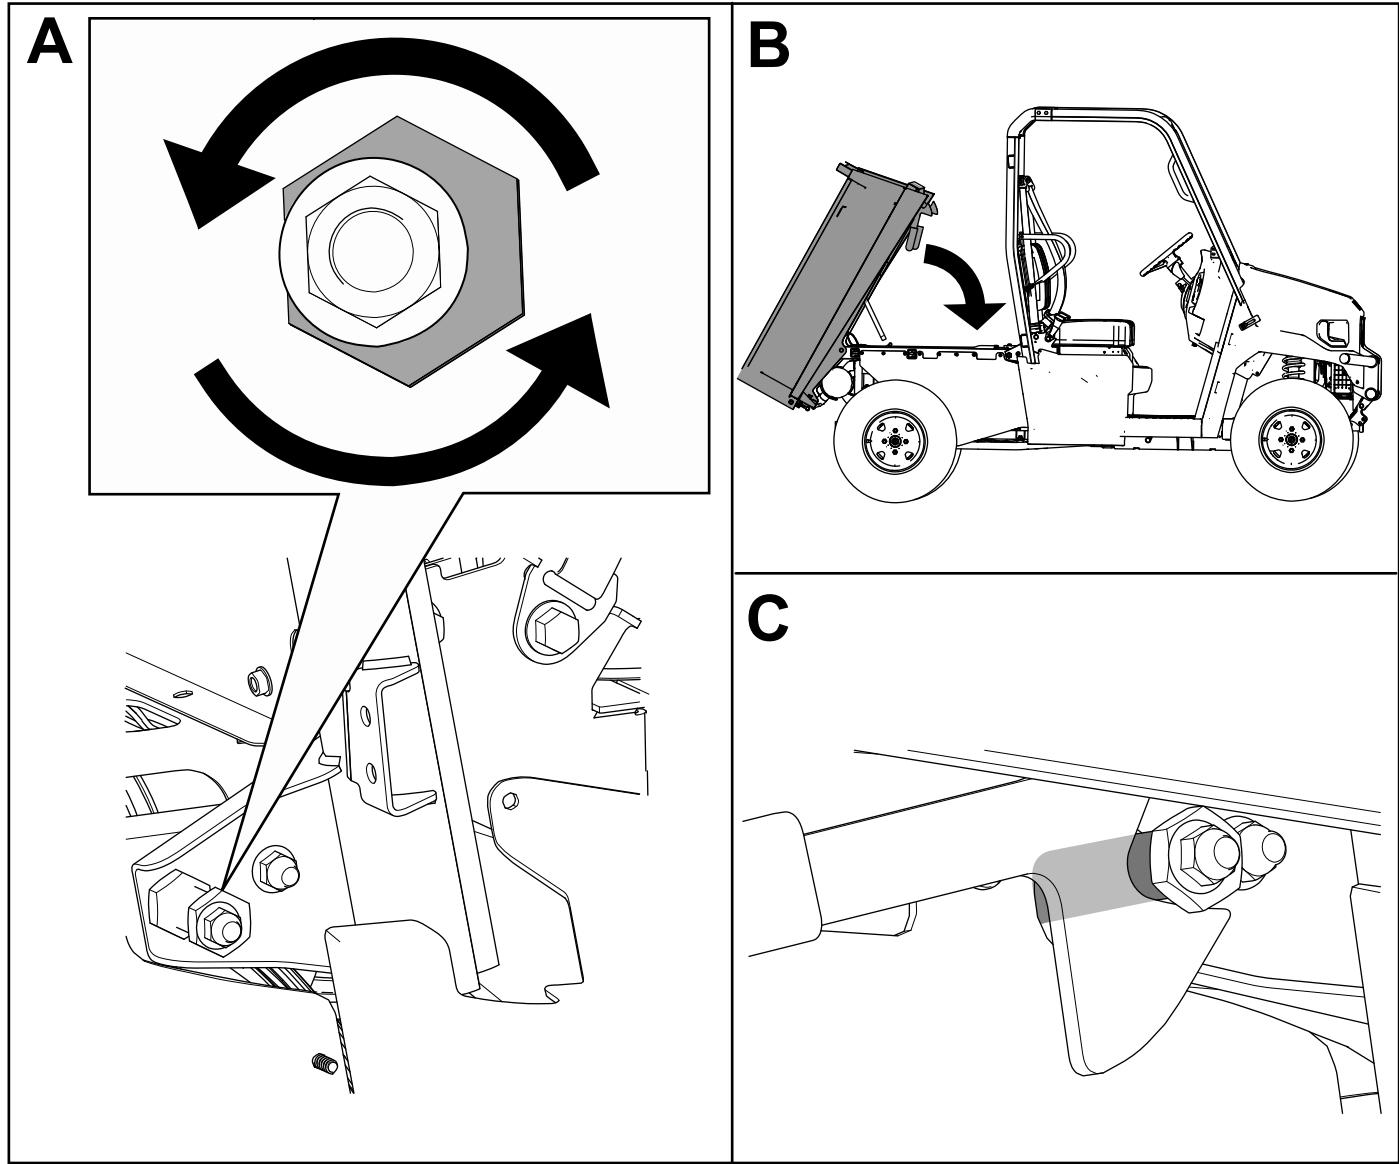

図 26
21. 荷台ラッチ用の整列調整ナットを使って、荷台のラッチがすき間なくぴったりと掛かるように調整する図 26。